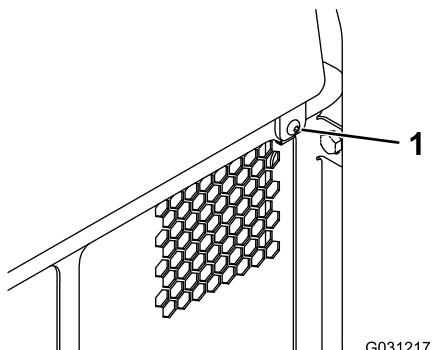

Figura 38
- Togliete il dispositivo di fissaggio (Figura 38).
- Sollevate il portello di accesso posteriore per accedere ai componenti interni (Figura 38).